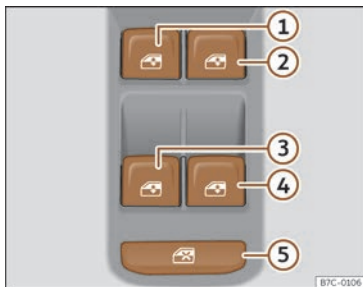

Fig. 89 Détail de la porte du conducteur : commandes des fenêtres.
La commande de sécurité >>> fig. 89 ⑤ située sur la porte du conducteur vous permet de désactiver les touches des lève-glaces sur les portes arrière.